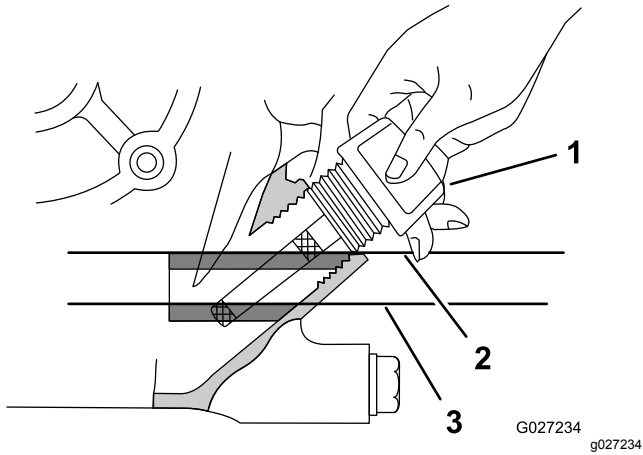

图8
- 从发动机中取出量油尺用干净的抹布擦拭量油尺图8。
- 如图8所示将量油尺插入发动机。
- 从加油颈取出量油尺查看量油尺上的油位图8。
注意 机油油位必须覆盖在油量尺上的开口标记区域之间图8。
- 将量油尺插入加油颈用手拧紧图8。